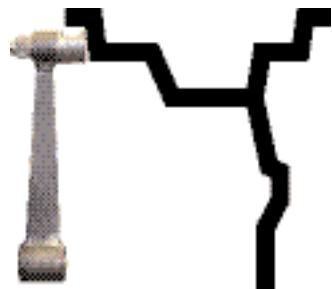

Рис. 10.1
10.2. Данная модель СБ снабжена устройством, позволяющим автоматически вводить диаметр «d» колеса и дистанцию «A». Для этого необходимо, взяв за рукоятку, вытянуть из корпуса СБ штангу ввода параметров, подвести палец на конце рукоятки к месту установки корректирующих грузов на внутренней стороне обода (см. рис. 10.1) и удерживать штангу в этом положении до появления звукового сигнала, после чего возвратить штангу в исходное положение.